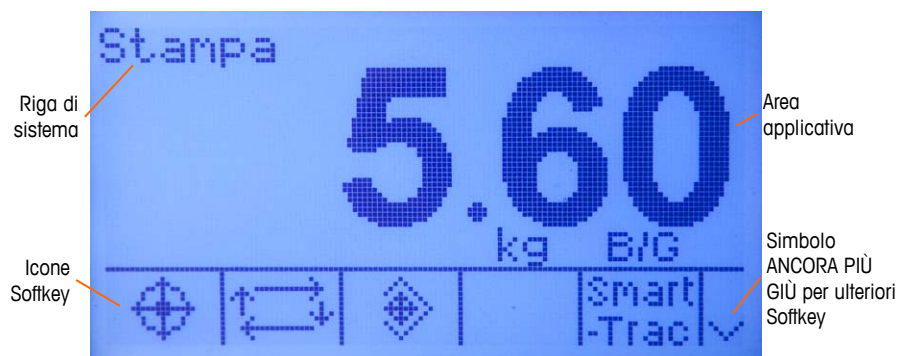

Figura 2-9: Schermata dell'operazione di pesa predefinita, visualizzazione del messaggio di sistema
-  STAMPA Premere il tasto funzione STAMPA per avviare la stampa di un modello di stampa assegnato. Per collegare un modello o report alla porta seriale o Ethernet selezionata è necessario configurare una connessione di stampa seriale o Ethernet. La configurazione è necessaria per collegare un modello o un report alla porta seriale o Ethernet selezionata e per definire il modello o il report selezionato. Quando viene inviato un comando di stampa, "Stampa" viene visualizzato sulla linea di sistema per 5 secondi, vedere la Figura 2-9.